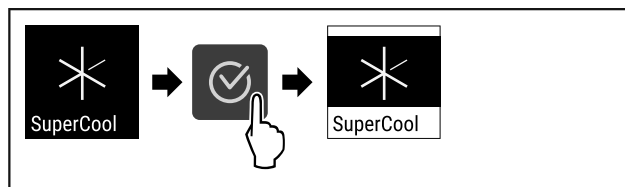

Fig. 90
- ▶ Obavite korake postupka (pogledajte Fig. 90) .